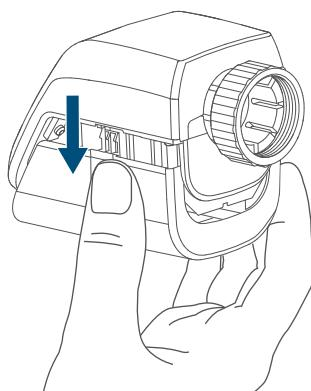

Figure 2
- Extrayez la bande isolante du compartiment à piles des thermostats de radiateur (B) et du contact de fenêtre et de porte (M).
- Appuyez au minimum. 4 s sur la touche système des thermostats de radiateur (D) pour activer le mot d'apprentissage (v. figure 2). La DEL de l'appareil (D) commence à clignoter en orange. Le mode d'apprentissage est actif pendant 3 minutes.
- Appuyez au minimum 4 s sur la touche système du contact de fenêtre et de porte avec aimant (D)
pour activer le mot d'apprentissage (v. figure 2). La DEL de l'appareil (L) commence à clignoter en orange.